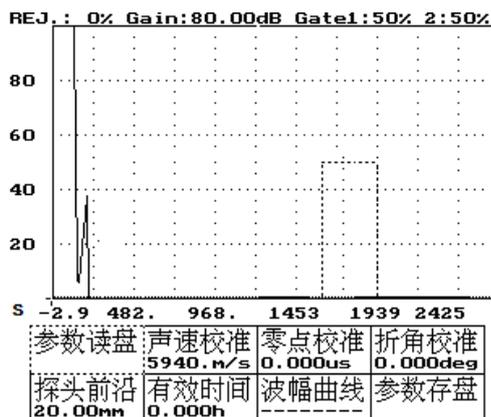

图 18-2
3、 按进入键——显示系统校准功能菜单。如图 18-2 所示。
- 3、按进入键——显示系统校准菜单，如图 18-2 所示。